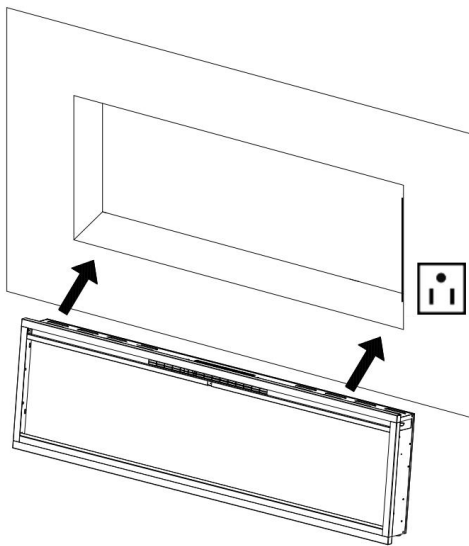

Fig. 2-1
2. Laat twee volwassen mensen de haard optillen en in het inbouwframe plaatsen, en zet hem dan vast door 2 houtschroeven (**B**) door de gaten te steken (**Afb. 2-1, Afb. 2-2**).